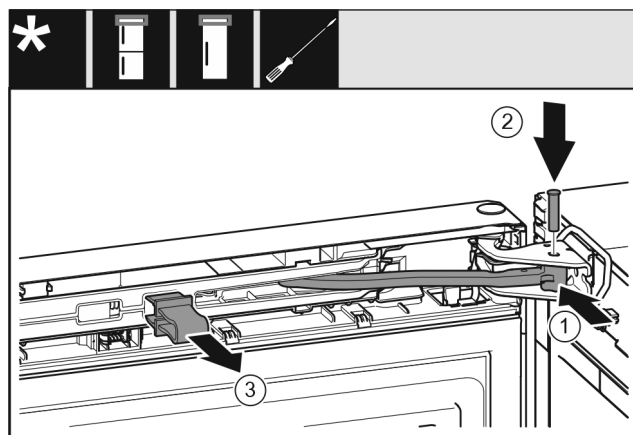

Fig. 31
- Otočte kloub Fig. 31 (1) ve stojanu ložiska.
- Vložte čep Fig. 31 (2) do stojanu ložiska a kloubu. Přitom dávejte pozor, aby byla zajišťovací vačka správně usazena v drážce.
- Pojistku Fig. 31 (3) vytáhněte.